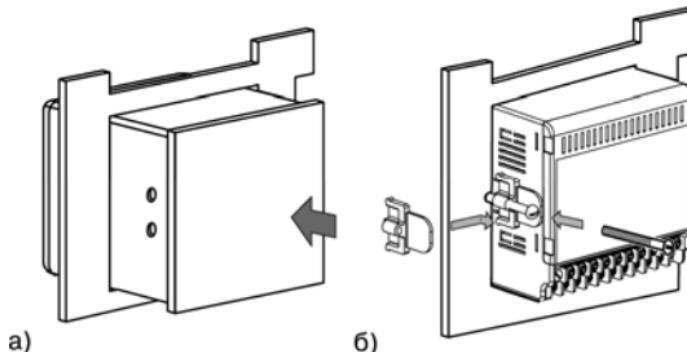

Рисунок 5.1 – Установка приборов щитового исполнения
- 3) Вставить прибор в специально подготовленное отверстие на лицевой панели щита (см. приложение А и рисунок 5.1).
- 4) Вставить фиксаторы из комплекта поставки в отверстия на боковых стенках прибора (см. рисунок 5.1).